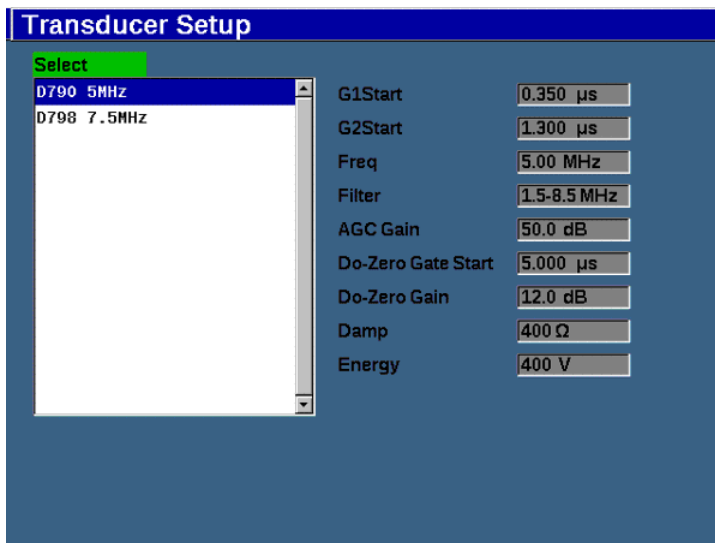

Figura 11-38 Menu di configurazione del trasduttore del modulo per la corrosione
3. Premere  per terminare l'attivazione e visualizzare la pagina **Config. trasduttore** (vedere Figura 11-38 a pagina 316).